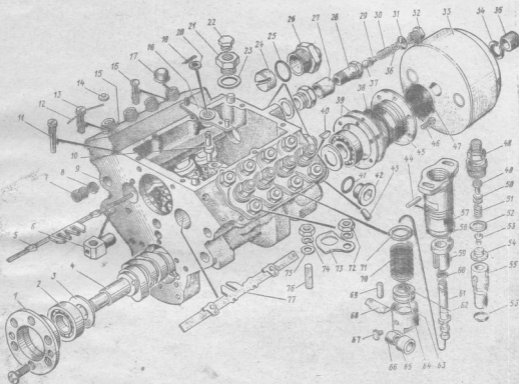

Рис. 1: Топливный насос высокого давления:
11. Проверить давление топлива в магистрали на входе в насос высокого давления. Давление должно быть в пределах $0,05-0,10$ МПа ($0,5-1,0$ кгс/см²) при частоте вращения кулачкового вала 1300 об/мин. Регулировку производить при помощи подбора регулировочных шайб 36 (рис. 1) под пробкой 32 перепускного клапана.